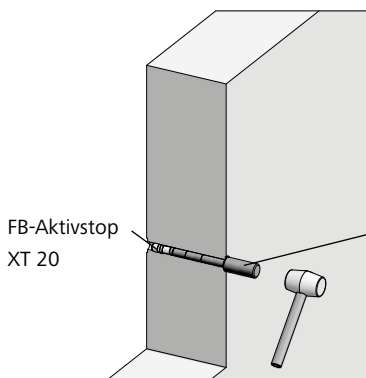

Abb. 72.4
3. FB-Aktivstop mit Einschlaghilfe (im FB-Aktivstop XT 20 Set enthalten) und Hammer weiterschlagen (Abb. 72.4). Für die korrekte Positionierung des FB-Aktivstop im Ankerloch sind Markierungsringe an der Einschlaghilfe für die Wandstärken 15, 20, 24, 25 und 30 cm vorhanden. Sie wird hierzu, abhängig von der Wandstärke, am entsprechenden Markierungsring gekürzt. Die Einschlaghilfe muss bis zum Anschlag eingeschlagen werden (Abb. 72.4).